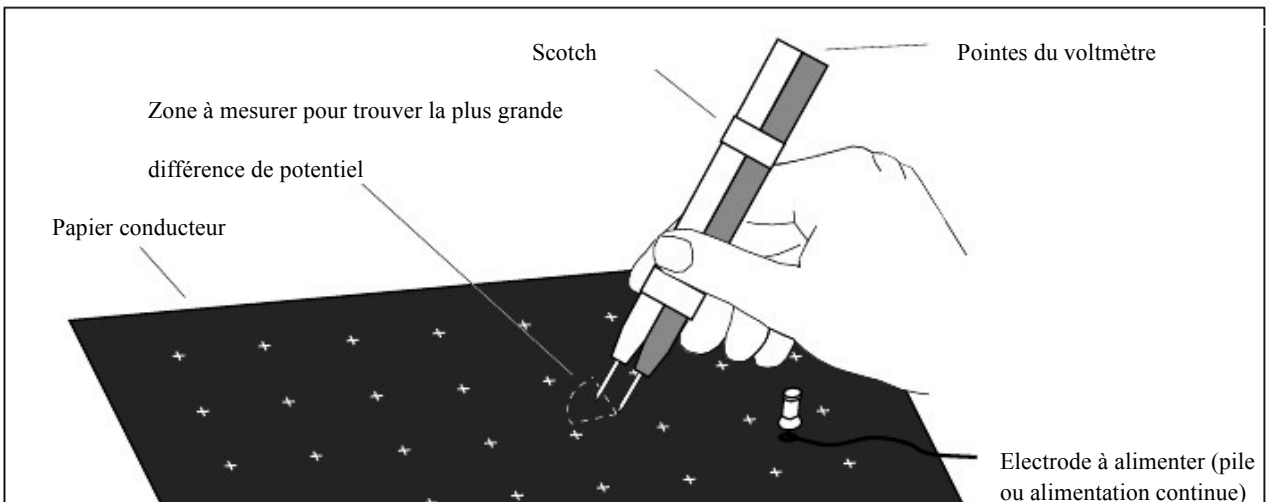

Figure 7
7. Pour tracer les lignes de champ, aucune pointe du voltmètre n'est raccordée à une électrode. Au lieu de cela les deux pointes du voltmètre seront placées sur le papier conducteur côte à côte à une distance de séparation de 1 centimètre. Il est bien d'accrocher les deux pointes du voltmètre à l'aide de scotch. (voir Figure 7). La technique est d'utiliser le voltmètre pour trouver la direction d'une électrode qui suit la ligne de la plus grande différence de potentiel de point à point.
Pour tracer les lignes de champ sur le papier conducteur, placer la pointe du voltmètre connectée à la terre près d'un des dipôles. Placez l'autre pointe du voltmètre sur le papier et noter la lecture du voltmètre. Pivotez maintenant la pointe du voltmètre sur plusieurs positions en gardant la pointe reliée à la terre sur la même position (voir Figure 7). Relever les valeurs du voltmètre de chaque nouveau point testé sur le papier. Quand le potentiel est le plus haut, dessiner une flèche sur le papier de la position de la pointe de terre à la pointe avant (voir Figure 8).